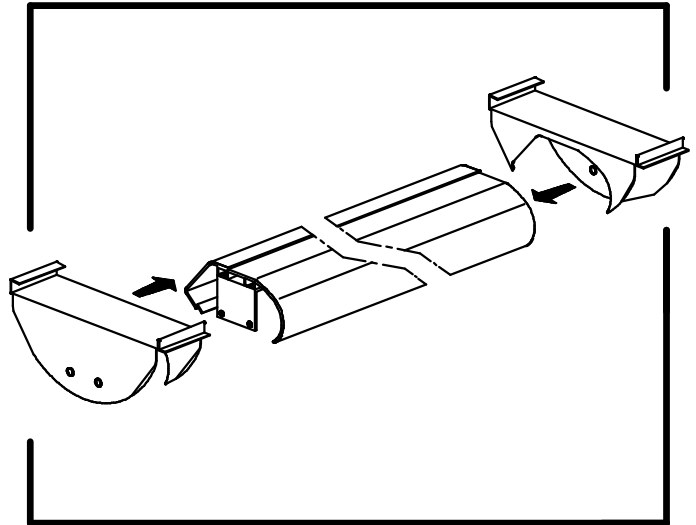

FIG. 8
2. Die Endkappen an der Beleuchtung befestigen (ABB. 8).